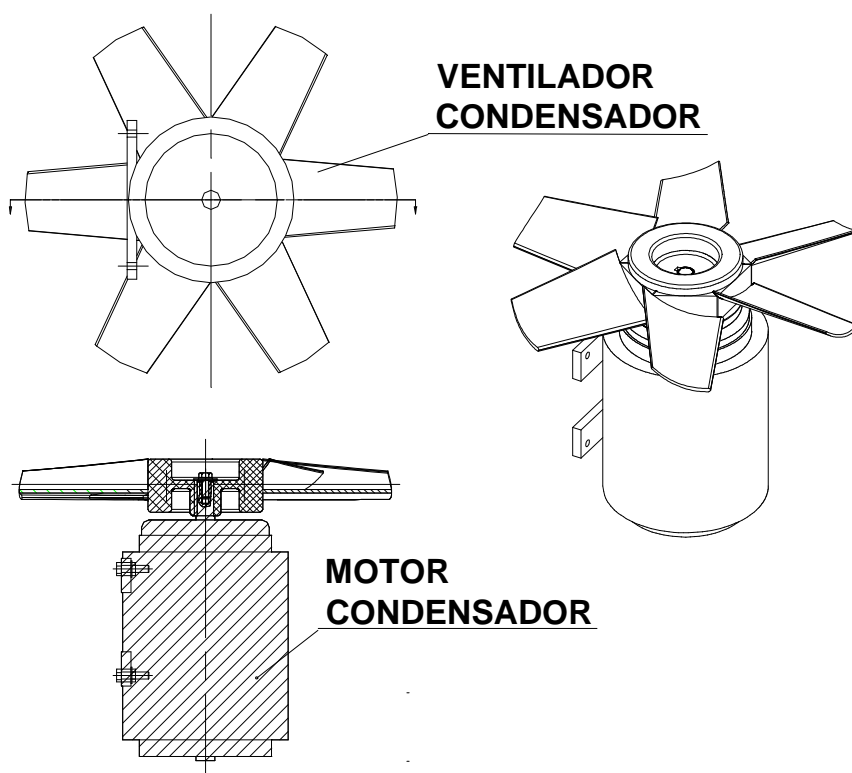

Figura A-4. Motor ventilador condensador
A.3.1.3 Conjunto motor-ventilador condensador (Figura A-4)